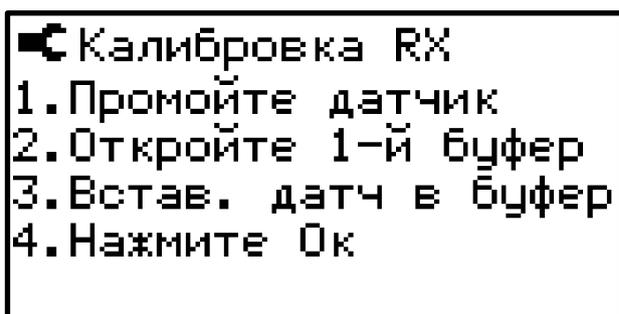

Рисунок 6. Процесс калибровки датчика (1/3).
2. Выполните первые шаги перед калибровкой (Рисунок 6);